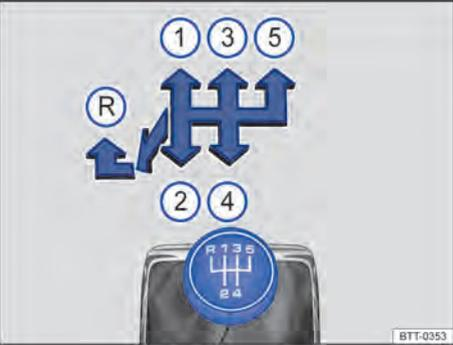
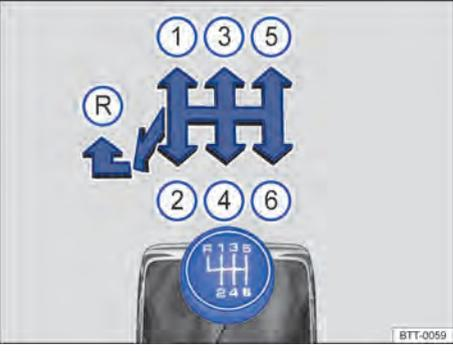

Fig. 121 Esquema de troca de marchas da transmissão manual de 5 marchas.
Fig. 122 Esquema de troca de marchas da transmissão manual de 6 marchas.
As posições de cada marcha estão representadas na alavanca de troca de marcha → Fig. 121 ou → Fig. 122.
- Empurrar a alavanca de troca de marcha totalmente para a esquerda e depois para frente até a posição de marcha a ré → Fig. 121  ou → Fig. 122 .